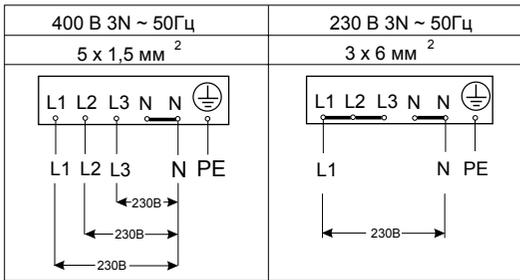
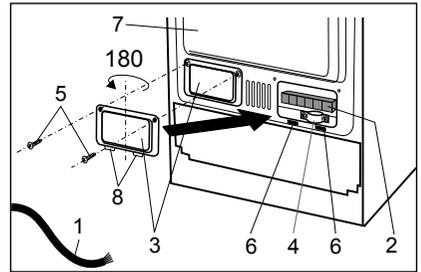

Рисунок 6
Рисунок 7
- Панель для подключения расположена на задней стенке плиты и имеет шесть резьбовых клемм, две из них являются линейными выводами L1 – L2 – L3, а две – клеммами защитного соединения с обозначением N – N (Рис.6), эти клеммы должны быть ненадолго закрыты. К панели для подключения присоединены три крепления. Защитная клемма обозначена символом .
- Плита рассчитана на использование трехфазного переменного тока с напряжением 400 В ~ 50 Гц (Рис. 6а). Плиту можно подключить также и к однофазной сети с напряжением 230 В, 50 Гц (Рис. 6б). При этом питающая электросеть должна выдерживать токовую нагрузку в 42 А.
- Подключите кабель подключения 1 (Рис. 7) к панели подключения 2 согласно схеме подключения (Рис.6). Закрепите кабель в креплении 4. Доступ к крепежным болтам кабеля 1 в креплении 4 можно получить через щели под отверстием 6.